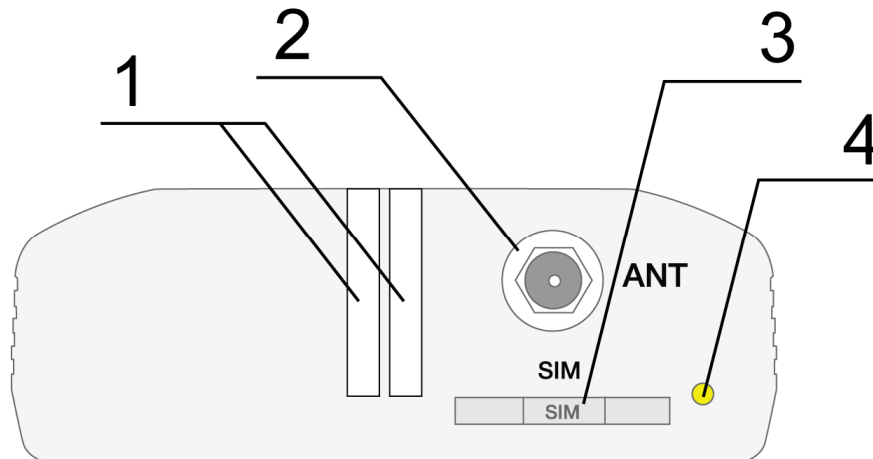
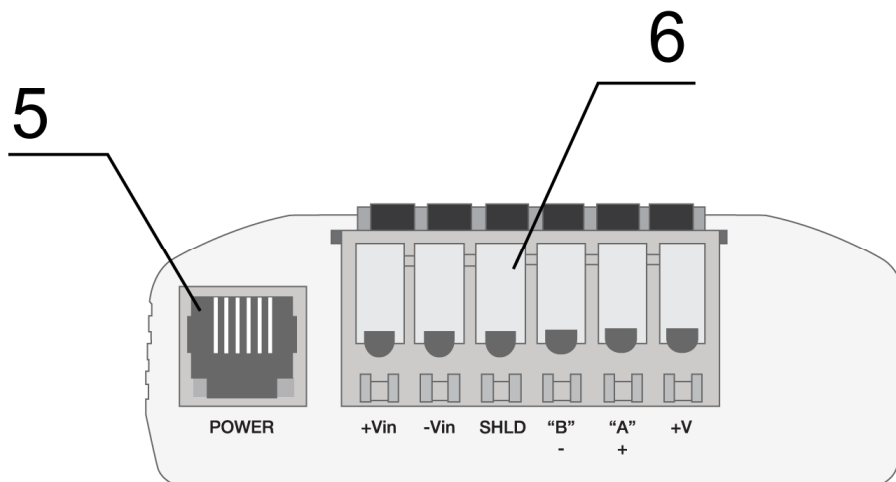

Рис. 2.1. Вид спереди
Рис. 2.2. Вид сзади
Модем MC52i-485GI представляет собой компактное устройство, выполненное в пластиковом корпусе. Внешний вид представлен на рис. 2.1 и рис. 2.2.
- достать SIM-лоток, нажав на кнопку извлечения SIM-лотка (рис. 2.1);
Подключить GSM-антенну и коммутирующий кабель (RS485). Подать питание на модем через разъем питания или через разрывной коннектор (рис. 2.2). После подачи питания произойдет запуск модема, о чем сигнализирует зеленый индикатор частым миганием (табл. 2.6.1). При снятом PIN-коде SIM-карты автоматически происходит регистрация в сети. После завершения регистрации модем переходит в рабочий режим, зеленый индикатор мигает реже.